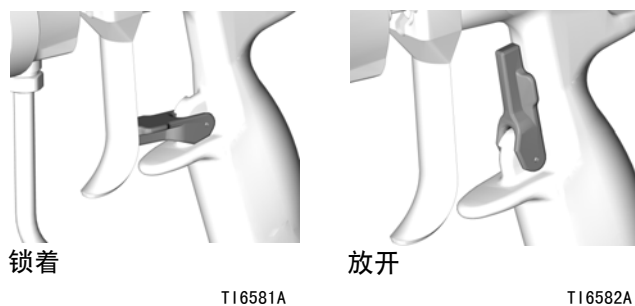

图 12
1. 锁上扳机锁。见图 12。
4. 放开扳机锁。见图 12。
7. 锁上扳机锁。见图 12。